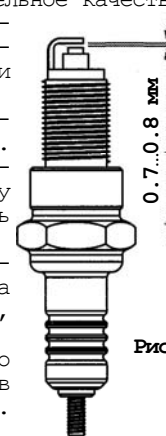

Рис. 11.
9.3.4. Рекомендуется проверить величину межэлектродного зазора, которая должна быть около 0.7...0.8 мм (рис. 11). При существенном отклонении измеренной величины зазора указанным требованиям заменить свечу. Регулировку зазора подгибанием бокового электрода производить только в случае крайней необходимости.